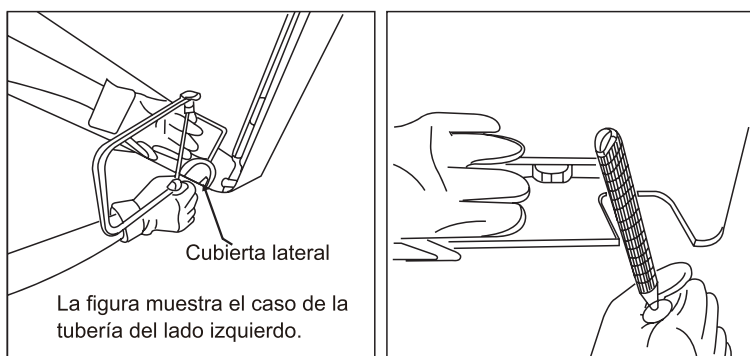

Fig 2
4. Tubería inferior o lateral (ver Fig 2)